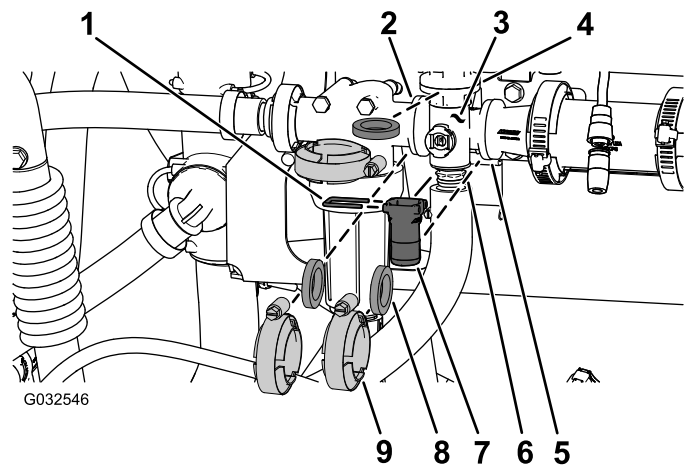

図 106
1. 攪拌バルブのマニホールドを攪拌バイパスバルブ、圧力フィルタヘッド、リデュースカップリング、アダプタフィッティング攪拌スロットルバルブに固定しているクランプとガスケットを外す 図 106。